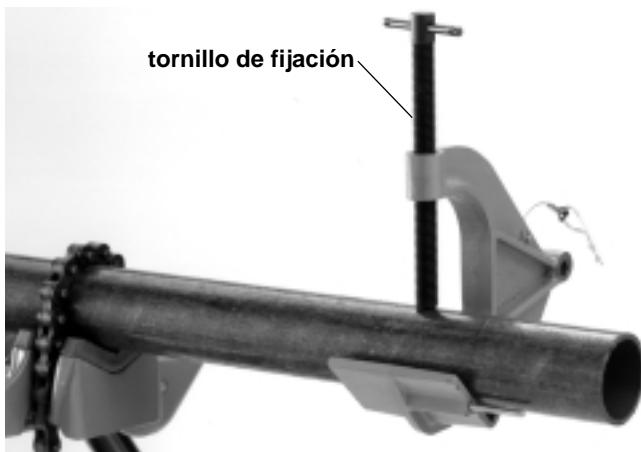

Figura 5
2. Monte la prensa de tornillo a la pieza de trabajo y asegúrela apretando el tornillo de fijación firmemente (*vea la Figura 5*). La abrazadera debe sostener a la sierra.